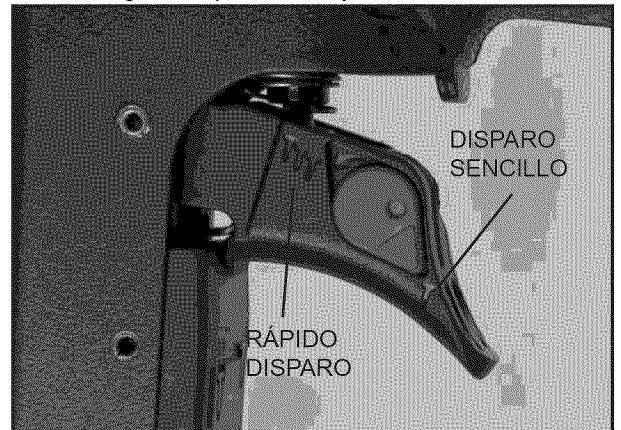

Figura 8- Interruptor de Empuje y Rotación (empujando desde la parte posterior) para seleccionar el modo de operación
- La herramienta viene equipada con un interruptor giratorio, el cual puede ajustarse al modo de disparo rápido o de un sólo disparo (Ver la figura 8). Cuando el interruptor esté ajustado al modo de un sólo disparo, la herramienta no conducirá un segundo sujetador hasta que el gatillo esté completamente liberado y jalado de nuevo.